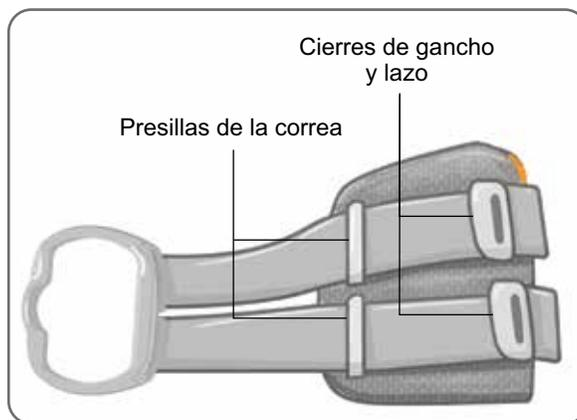

Ilustración 6-2: Correa de la banda de la parte inferior de la pierna sujeta a la banda de la parte inferior de la pierna normal
- Deslice la correa por las presillas y las hebillas de la correa de la banda de la parte inferior de la pierna. Compruebe que el cierre de gancho y lazo esté orientado en dirección contraria a la banda de la parte inferior de la pierna. Presione el cierre de gancho y lazo para asegurar la correa. Consulte la ilustración 6-2.